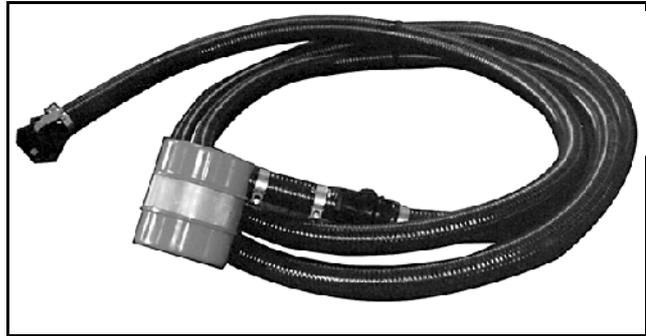

Fig. 10.4
- 1 - Manguera de aspiración 2" (8m), Nro. de pedido 914398 (Fig. 10.4)